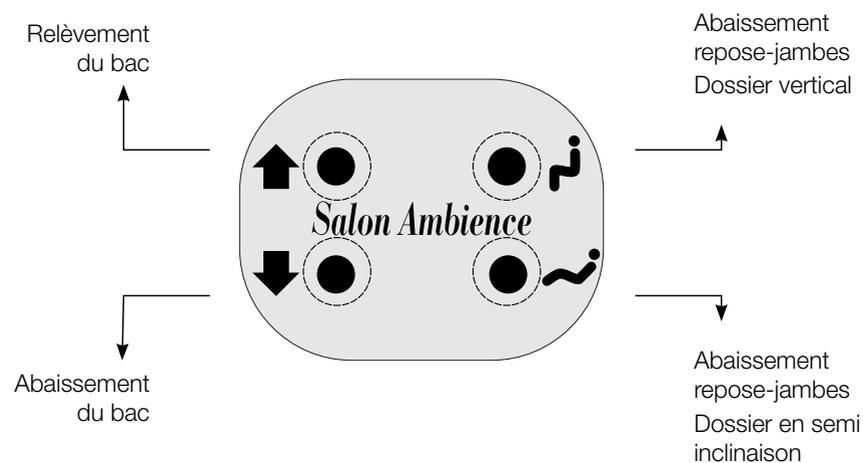

fig.2 Réglage du mécanisme d'élévation et repos-jambes
- 8_Baissez le fauteuil et les repose-pieds aussi bas que possible, en utilisant la commande automatique sur le panneau comme indiqué sur la figure 2. Chaque touche doit être maintenue pour commander le déclenchement du mouvement vers le bas. Pour arrêter la descente, libérez les touches de commande.
- 11_Soulevez le fauteuil en utilisant les touches du panneau de commande automatique comme suit dans la figure 2. Pour que les bras du coiffeur soient libres et il peut prendre une position naturelle pour le shampoing.